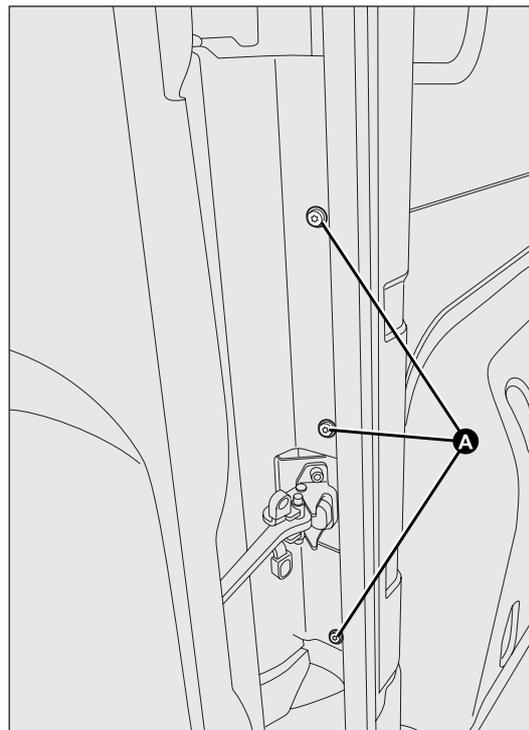

fig. 156
- afloje los tornillos de fijación A-fig. 156;